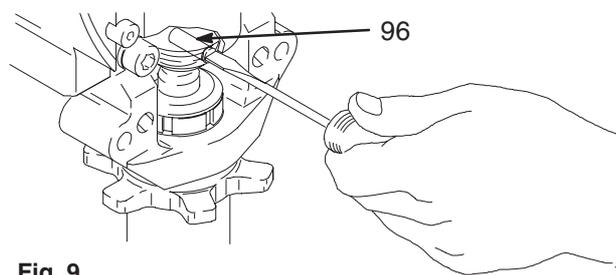

Fig. 9
2. Fig. 9. Introduzca el pasador (96) en el orificio e introduzca el muelle de retención en la ranura hasta que rodee completamente la biela.
5. Fig. 9. Utilice un destornillador para extraer el muelle de retención y el pasador (96).